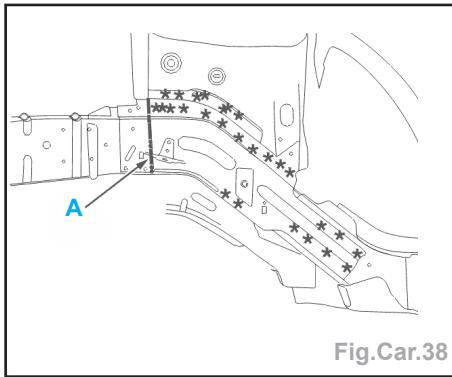

Fig.Car.38
- Tracer puis couper la fermeture de brancard (suivant A) (Fig.Car.38).